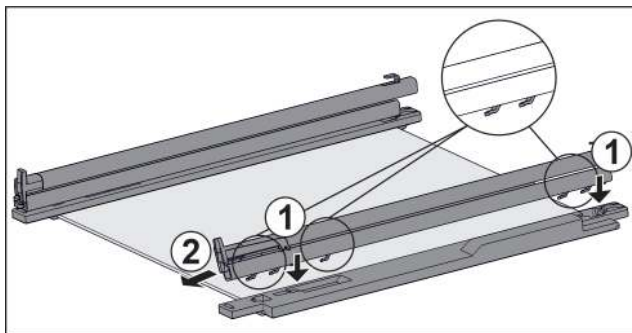

Fig. 53 Стекланная пластина с направляющими и крепежными элементами
- ▶ Поместите крючки направляющей в отверстия **левого** крепежного элемента. Fig. 53 (1)
- ▶ Потяните направляющую вперед. Fig. 53 (2)
- ▶ Поместите крючки направляющей в отверстия **правого** крепежного элемента. Fig. 53 (1)